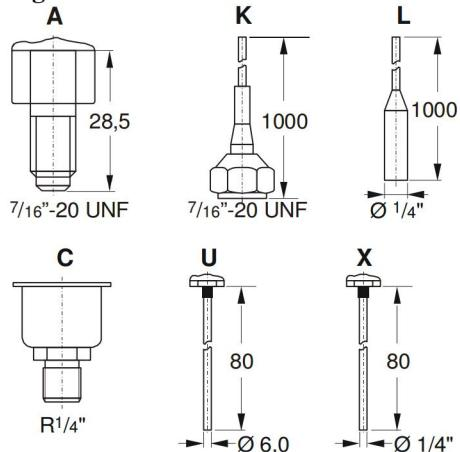

Fig. 6b
- Ручной возврат (внешний): нажмите кнопку возврата (1), обозначенную на Рис. ба.
- Ручной возврат (внутренний): снимите крышку корпуса и нажмите кнопку возврата (2), обозначенную на Рис. 6b.
- Универсальный возврат: снимите крышку и установите универсальный переключатель в необходимое положение (ручной (3) или автоматический возврат (4)).